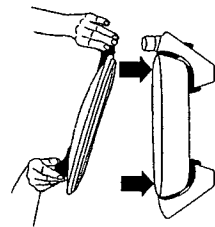

Fig. 1
- Para colocar la tapa, asegúrese de alinear la bisagra de la tapa de forma que pueda deslizarse hacia abajo encajando dentro de la bisagra de la base que caliente. (ver Fig. 1).